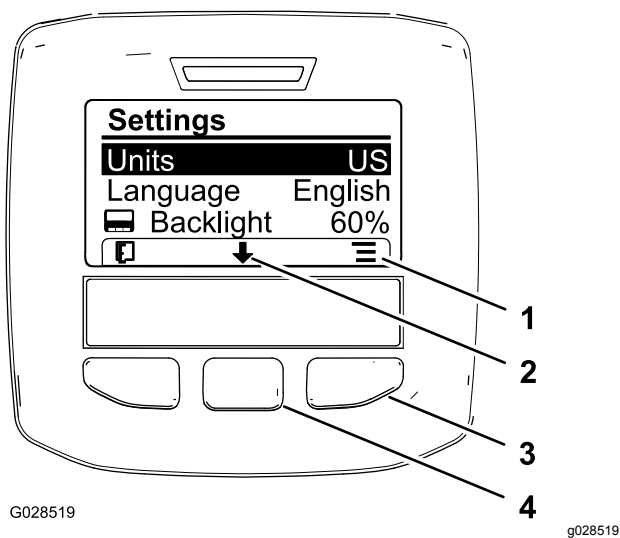

Figure 21
2. Pour changer d'unité de mesure, appuyez sur le bouton de sélection droit pour changer la liste des unités affichées (Figure 21).
- Pour changer la langue de l'affichage, appuyez sur le bouton de sélection central (situé sous la flèche vers le bas dans l'affichage) pour déplacer l'option de langue sélectionnée (Figure 21).
- Appuyez sur le bouton de sélection droit (situé sous l'icône de liste dans l'affichage) pour mettre en surbrillance la langue qui sera utilisée dans l'affichage (Figure 21).
- Appuyez sur le bouton de sélection gauche pour retourner à l'écran d'accueil (Figure 21).